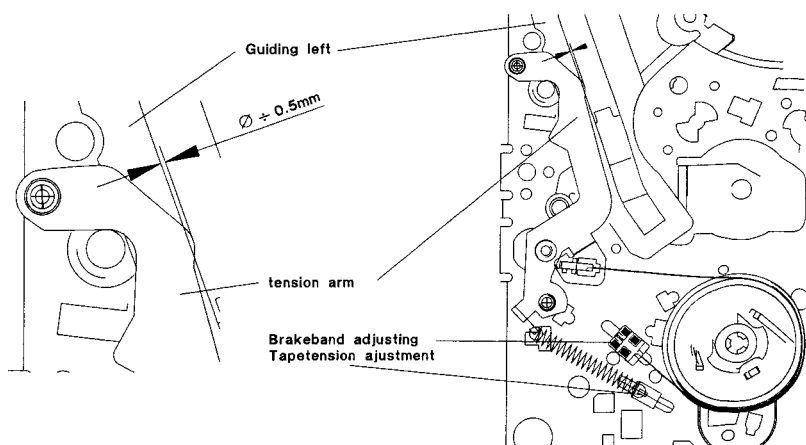

Abb. 2
- Stellen Sie die Bremsband-Einstellhalterung vorsichtig ein, bis die Kante des Bandspannarmknies die linke Innenkante der linken Führung um 0,5 mm überlappt (Abb. 2).